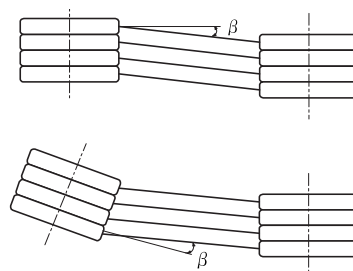

Abb. 11
- Die Parallelabweichung der beiden Riemenscheiben muss weniger als 20' betragen (Abb. 11, Seite 10).
Hinweis 1: Bei vertikalen Getrieben ist eine Druckscheibe (B) zu montieren, um ein Bewegen des Getriebes bei Lockerung der Sicherungsschraube (ZS) zu vermeiden (Abb. 11).
1. Wenn die anzutreibende Welle (Bild 11) keine Schulter hat, muss ihr Sitz bei Montage mit einem Distanzring (h) gesichert werden. (Der Distanzring (h) gehört nicht zum Lieferumfang des Getriebes.)